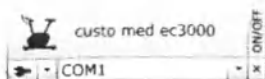

Рис. 28: Включение/выключение нагрузочного устройства.
- Для этого нажмите [on/off] (Вкл./Выкл.) (➤ рис. 28).
- Примечание! Если вы создали конфигурацию для нескольких измерительных устройств одного типа, вы можете включать/выключать соответствующий активный/неактивный прибор нажатием на поле [on/off] (Вкл./Выкл.) (➡ рис. 28).